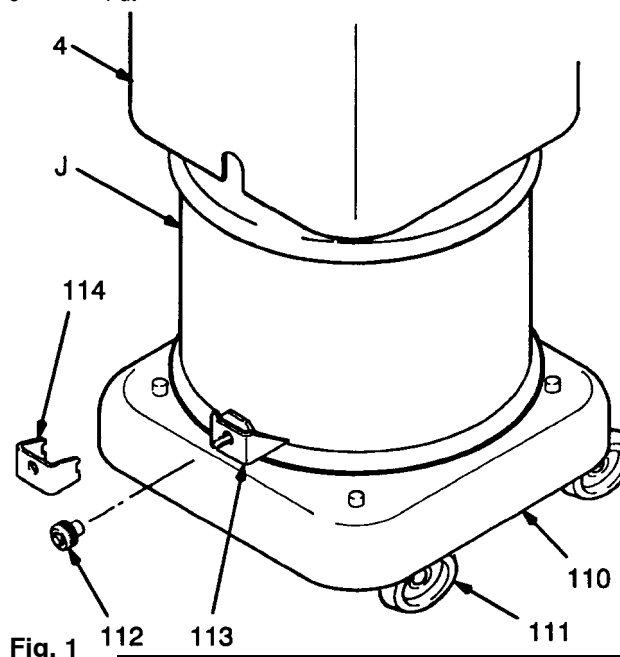

Fig. 1
1. Installer les quatre roulettes (111) dans leurs logements prévus dans l'embase de montage (110).
2. Placer un fût ouvert de 60 litres (J) sur l'embase de montage. Le fixer au moyen des étriers de fixation (114 ou 113) appropriés et des écrous moletés (112). Voir la Fig. 1. Utiliser les étriers pointus avec les fûts en métal, et ceux à bout plat avec les fûts en fibre.
2. Placer un fût ouvert de 60 litres (J) sur l'embase de montage. Placer les étriers de fixation (114 ou 113) sur l'embase de montage et contre le fût, ainsi qu'illustré à la Fig. 1.
3. Placer le carter de protection (4) par-dessus le fût. Fixer le fût et le carter de protection au moyen des étriers de fixation et des écrous moletés (112). Se reporter à la vue d'ensemble du Modèle 226-375 sur la page de couverture.